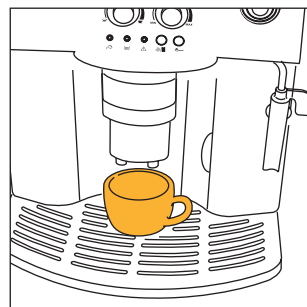
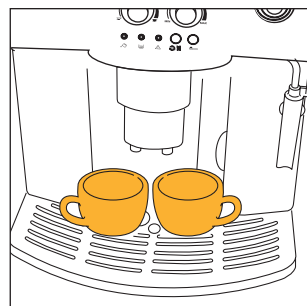
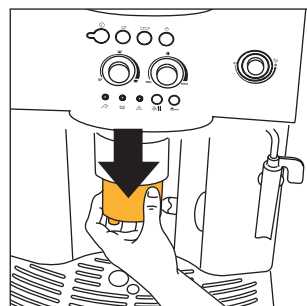

Fig. 9
Fig. 10
Fig. 11
- 4) Ställ en kopp under munstyckena om du vill laga 1 kopp espresso (fig. 9) eller 2 koppar om du vill laga 2 koppar espresso (fig. 10). Sänk utmatningsröret så att munstyckena kommer så nära kopparna som möjligt för att få ett perfekt skum (fig. 11).